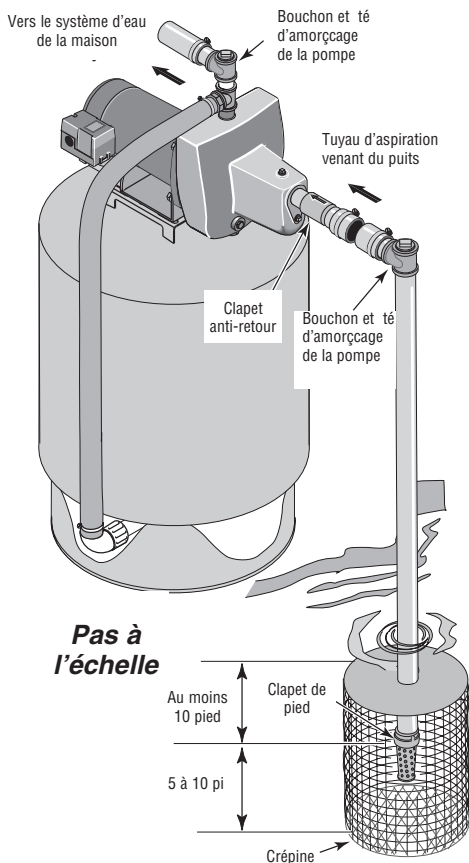

Figure 3 : Installation pour les eaux de surface
INSTALLATION DANS LE CAS D'EAUX EN SURFACE (Figure 3)
- Assembler le clapet de pied et le tuyau d'aspiration (voir la Figure 3). S'assurer que le clapet de pied fonctionne librement. Utiliser du ruban d'étanchéité en PTFE pour filetage les raccords filetés. Poser une crépine autour du clapet de pied pour le protéger contre les poissons, les déchets, etc. (voir la Figure 3).
- Poser le té d'amorçage, le bouchon d'amorçage et le tuyau d'aspiration sur la pompe (voir la Figure 3). Supporter le tuyau de façon qu'il ne soit pas cintré afin qu'il n'exerce pas de contraintes sur le corps de la pompe; de plus, il doit être légèrement incliné vers le haut, du puits jusqu'à la pompe (les points hauts risquent de causer des poches et des bouchons d'air dans la pompe). Rendre étanches les raccords du tuyau d'aspiration avec du ruban d'étanchéité en PTFE pour filetage. Les raccords doivent être étanches à l'air et à l'eau. *Si le tuyau d'aspiration aspire de l'air, la pompe ne pompera pas l'eau du puits.*